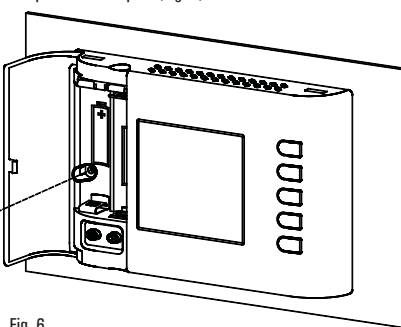

Fig. 6
- 5 Fixer le corps de chrono-thermostat à la plaque murale par la vis incluse dans la confection et qui se trouve à l'intérieur du compartiment des piles (Fig. 6).